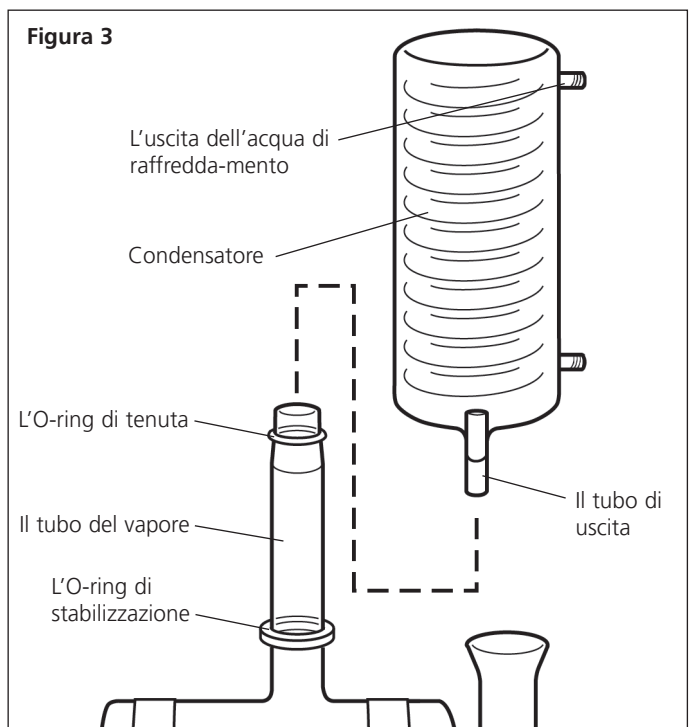

Figura 3
5. Assicurarsi che l'O-ring di tenuta e l'O-ring ring di stabilizzazione siano correttamente posizionati, così come illustrato in Figura 3. Montare il condensatore WC48/M2 sul tubo del vapore della caldaia. Assicurarsi che il tubo di uscita del distillato del